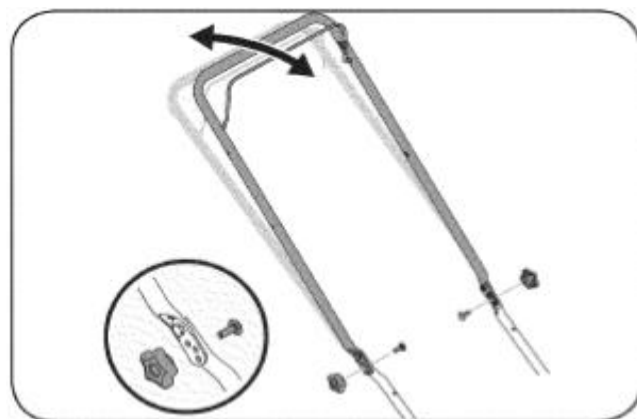

РИС. 11
1. Выкрутите барашковые гайки и болты с буртиком из рукоятки (см. Рис. 11).
2. Установите рукоятку в одно из трех положений (см. дополнительную небольшую иллюстрацию на Рис. 11).